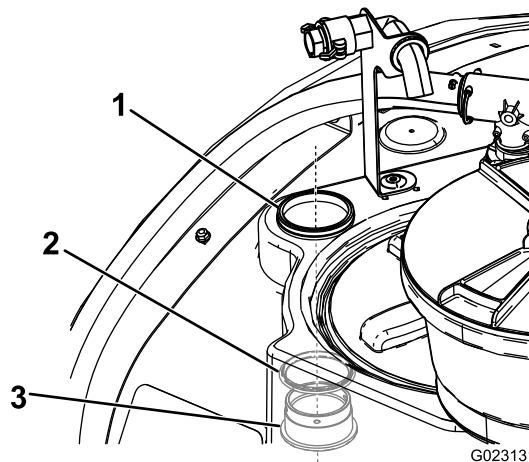

Рисунок 16
2. Установите переходной штуцер и уплотнительное кольцо вверх изнутри бака через ранее просверленное отверстие (Рисунок 16).